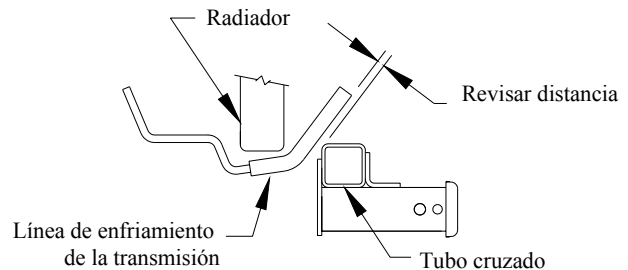

FIGURA 2
5. Revise el espacio de la línea de enfriamiento de la transmisión. Doble o amarre de nuevo para evitar el contacto con el receptor como se muestra en la Figura 2.